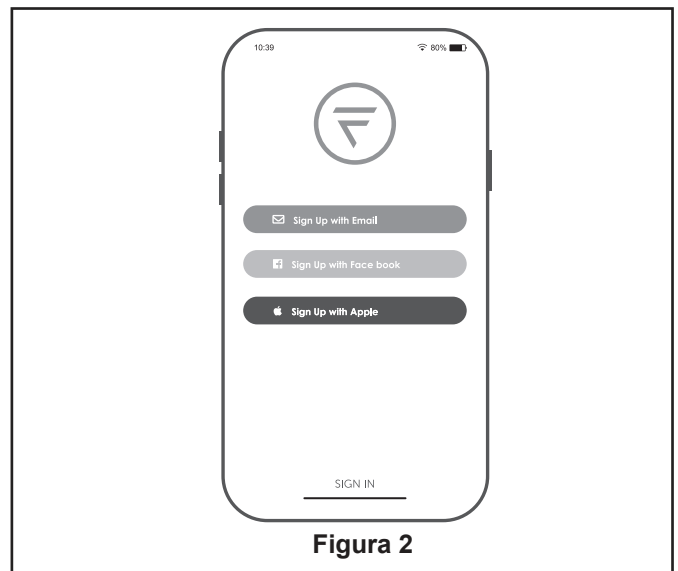

Figura 2
Para evitar una posible descarga eléctrica, asegúrese de cortar la alimentación eléctrica de la caja de fusibles principal antes de alambrao el ventilador. (Figura 2)
2. Coloque y ajuste firmemente la cubierta para el tornillo de la base sobre los tornillos de reborde de la abrazadera para colgar mediante el mecanismo de seguro por giro del chavetero. (Figura 2)
2. Instale la unidad del carcasa de interruptor en el soporte utilizando las dos ranuras principales de conexión. Vuelva a colocar el tercer tornillo y asegure los tres tornillos. (Figura 2)
- 2. Restaure la fuente de alimentación de la toma de corriente enciendiéndola al volver a encender el fusible principal. (Figura 2)
2. Cree su cuenta utilizando una de las tres opciones enumeradas. (Figura 2)